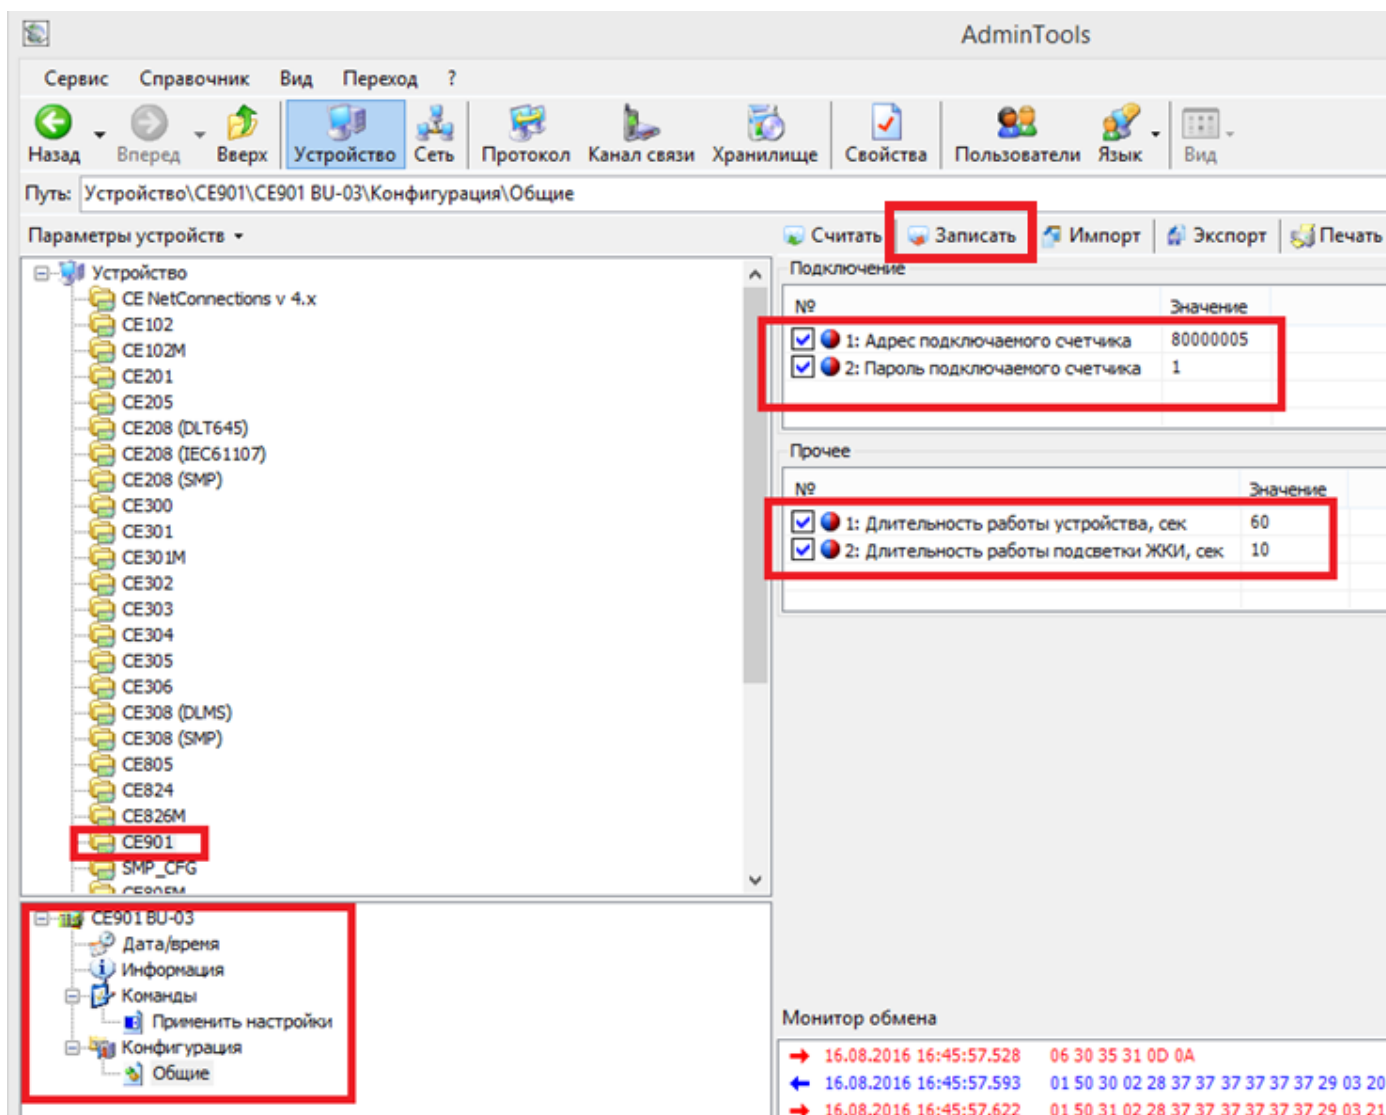

Рисунок 4.7 – Пример настройки конфигурации.
- произвести настройку конфигурации, пример рисунок 4.7.